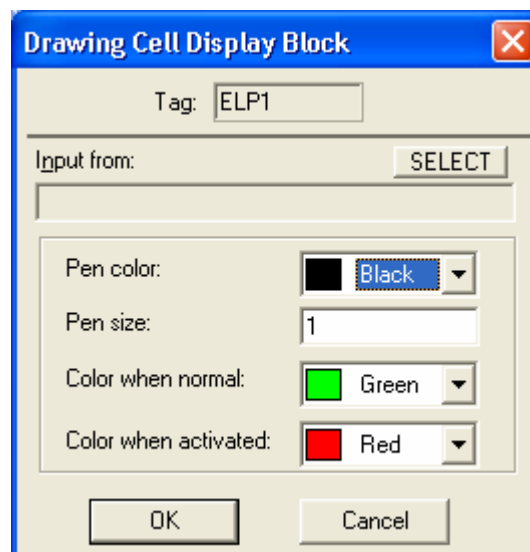

Рис. 4.47. Окно конфигурирования графического примитива Эллипс
*Инструмент рисования "эллипс"*. предназначен для создания в окне экранной формы графического объекта, имеющего форму эллипса, цвет которого определяется логическим состоянием на выходе присоединенного функционального блока стратегии (рис. 4.47).